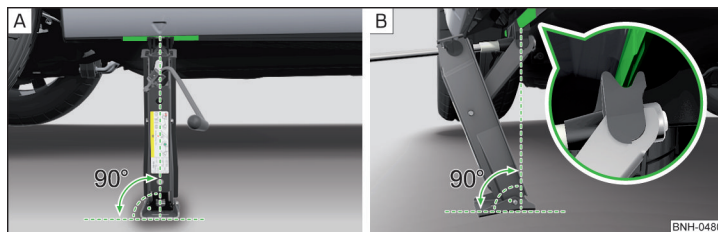

Abb. 248 **Wagenheber ansetzen**
- ▶ Die Grundplatte des Wagenhebers mit der gesamten Fläche auf einem geraden Untergrund stellen, sodass sich der Heber in senkrechter Position zum Aufnahmesteg befindet » [Abb. 248 - \[A\]](#).
- ▶ Den Wagenheber mit der Kurbel so weit hoch drehen, bis die Klaue des Hebers den Steg umfasst » [Abb. 248 - \[B\]](#).